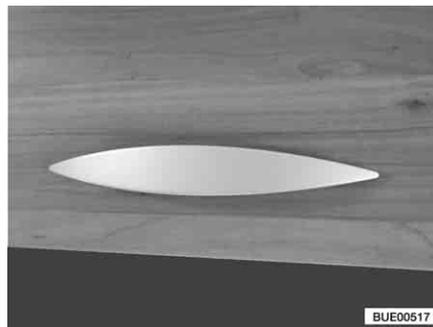

Bild 36 Möbelklappe mit Griff (Beispiel)
- Am Griff (Bild 36) ziehen, bis Möbelklappe offen ist.